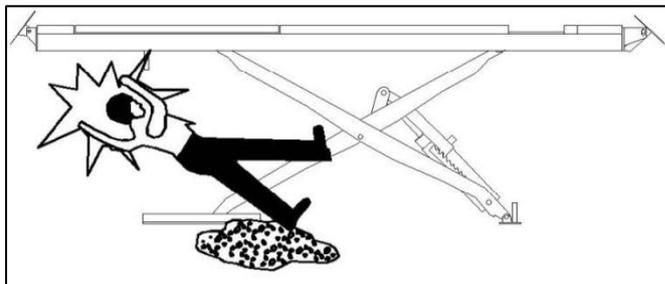

Рис.14
**РИСК ПОДСКАЛЬЗЫВАНИЯ** вызывается загрязнением пола вокруг подъемника смазочными материалами. Зона под подъемником и в непосредственной близости от него, также как и платформы, должны сохраняться в чистоте. Немедленно удаляйте любое пролитое масло. Рис.14